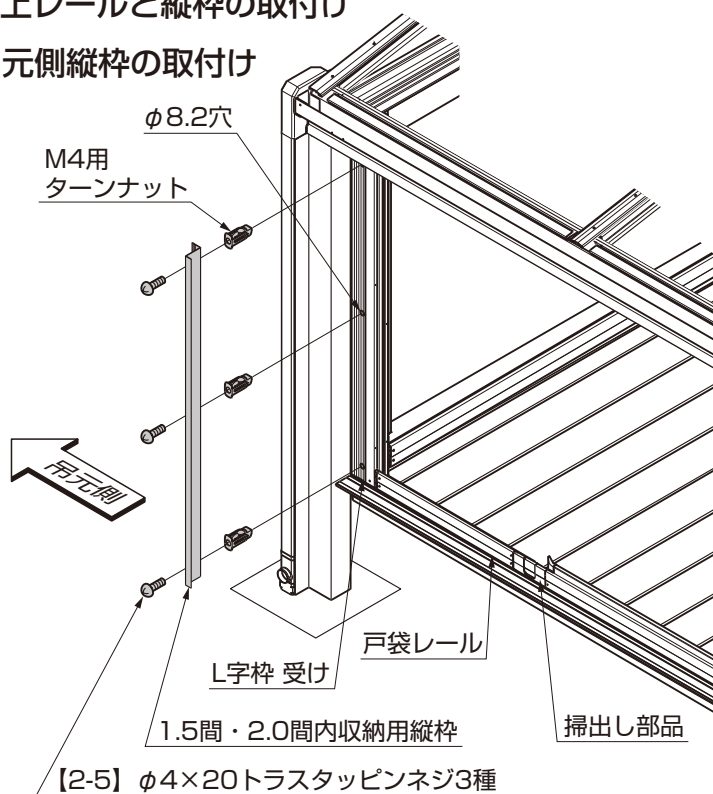

図2-4
- ①吊元側に取付ける1.5間・2.0間内収納用縦枠の固定位置を確認し、L字枠 受けにφ8.2の穴をあけてください。（図2-4参照）
- ②L字枠 受けにあけたφ8.2穴にM4ターンナットを挿入し、1.5間・2.0間内収納用縦枠をL字枠 受けに【2-5】で取付けてください。